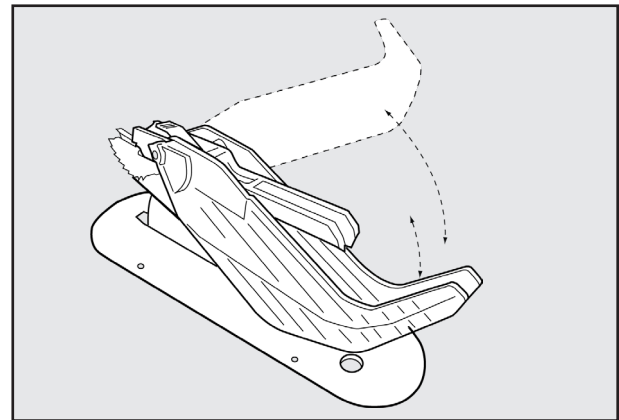

Figura 44
1. Consulte la Figura 44 y, levantando la guarda desde el frente, eleve el escudo protector hasta llegar a la posición de bloqueo que se indica con un chasquido. Pueden elevarse uno o ambos escudos protectores.